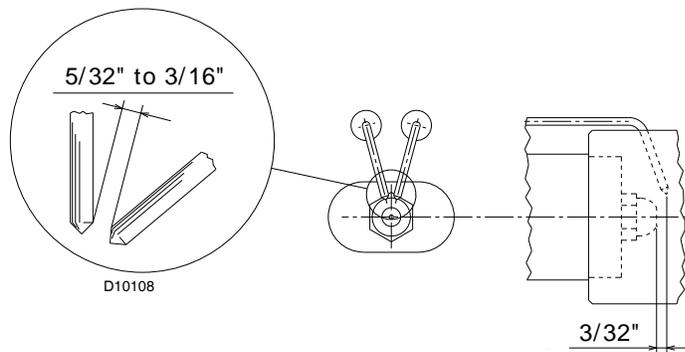

Fig. 17
- Asegúrese de que los electrodos estén posicionados como mostrado en la Fig. 17.
Asegúrese de que los electrodos estén posicionados como mostrado en la Fig. 17.